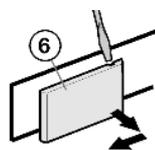

Fig. 6
- ▶ С помощью отвёртки отсоедините и снимите крышку Fig. 6 (6) со стороны ручки наружу.